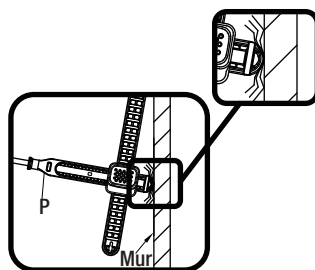

Fig 1
- Si la tige horizontale (P) est trop longue, comme illustrée sur la Fig. 1, la longueur peut être ajustée.
- Retirez la pince (T) de la tige horizontale (P). Faites glisser la portion en plastique de la tige pour ajuster à la longueur souhaitée. L'excès de tige (1) peut être retiré en la cassant avec des pinces au niveau du segment perforé ou en la coupant à l'aide d'une scie.